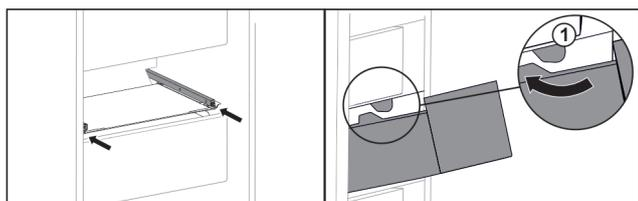

Fig. 160
- ▶ Far passare il cassetto intorno ai fermi Fig. 160 (1).